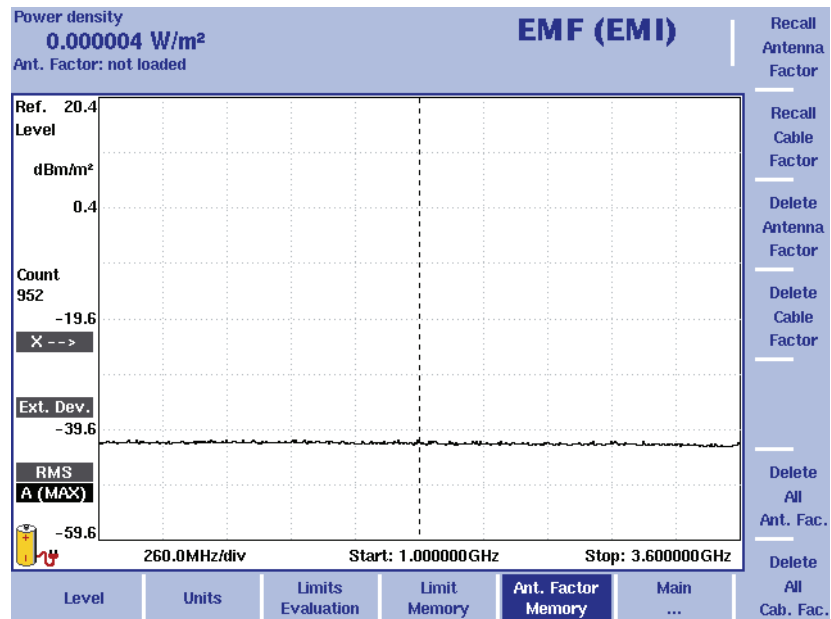

Abb. 56 Menü Antenna Factor
- 1 Im Hauptmenü EMF (EMI) wählen Sie **Level > Ant. Factor Memory**. Das Menü Antenna Factor wird angezeigt (vgl. Abbildung 56 auf Seite 217).